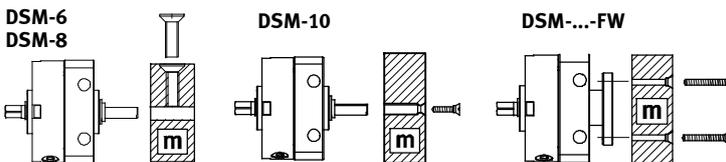

Fig. 5
- Posizionare il carico utile sull'albero di uscita (albero cilindrico/albero flangiato) (Fig. 5)